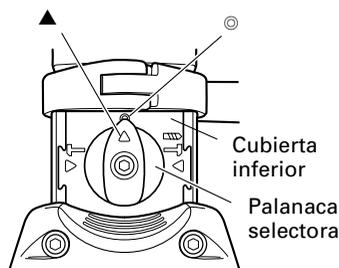

Fig. 8
(2) Cuando fije las posiciones de trabajo de herramientas tales como cortafrió, etc.
- (a) Tire de la palanca selector, desbloquéela, y gírela. Alinee ▲ de la palanca selectora con ◎ de la cubierta inferior, como se muestra en la Fig. 8.